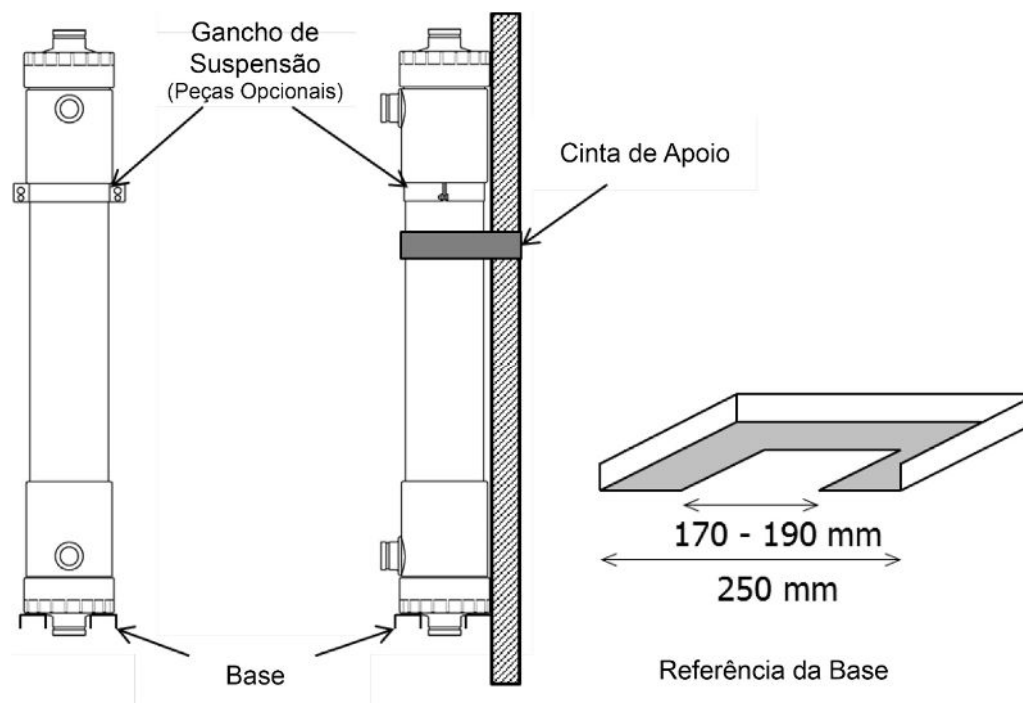

Fig. 2. Exemplo típico da instalação do módulo de membrana.
4. Posicione o módulo na vertical na base localizada no rack do módulo. Prenda o módulo na vertical com o gancho de suspensão e/ou a cinta de apoio (ver a Fig. 2).